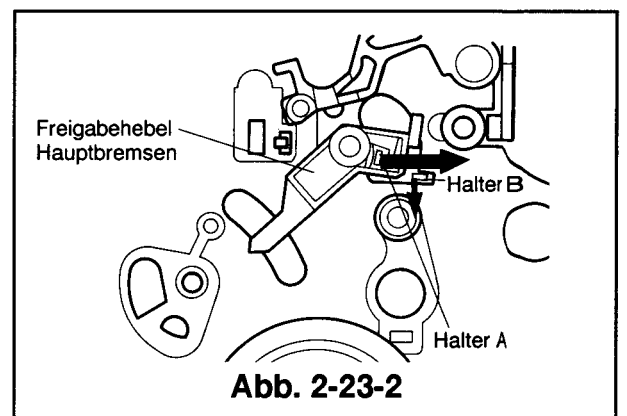

Abb. 2-23-2
- ① Das Kassettengehäuse ausbauen (Siehe Artikel 2-1).
- ② Die Hilfsbremse (SP) und die Hilfsfeder (SP) ausbauen (Siehe Artikel 2-14).
- ③ Den Hilfsausschalthebel, die Hilfsbremse (TU) und die Hilfsfeder (SP) ausbauen (Siehe Artikel 2-16).
- ④ Die Hauptbremse (TU) und die Hauptbremsenfeder J(TU) ausbauen (Siehe Artikel 2-17).
- ⑤ Den Halter A des Freigabehebels der Hauptbremsen in Pfeilrichtung verschieben. Gleichzeitig den Halter B in Pfeilrichtung drücken. Den Halter B lösen und den Freigabehebel der Hauptbremsen von der Hauptplatte auszubauen. (siehe Abb.2-23-2).